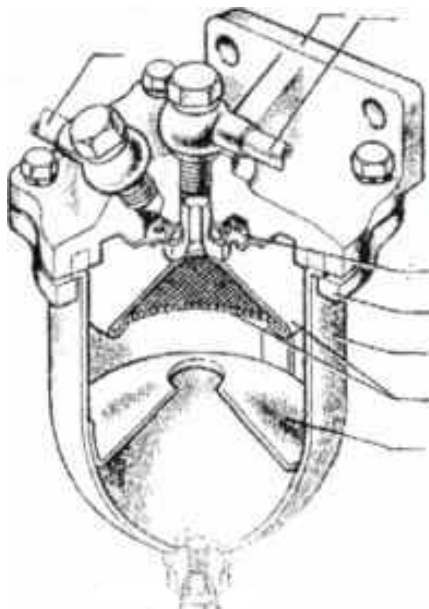

Рис. 7.2. Фильтр грубой очистки топлива:
2. Обозначьте, согласно указателю (рис. 7.2), номер детали ФГО, соответствующий подрисуночной подписи.